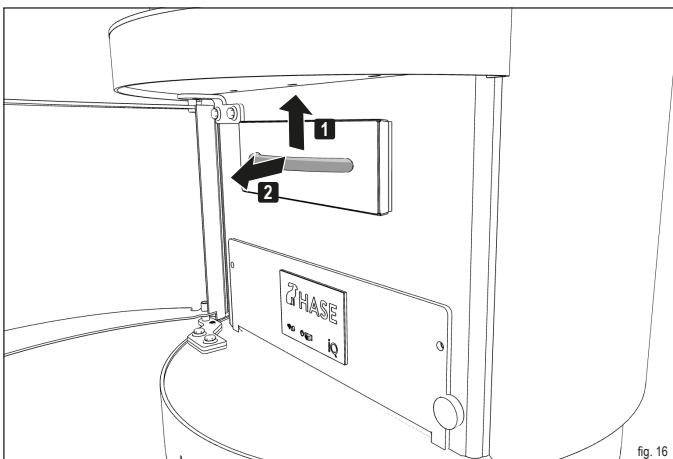

fig. 16
- ▶ Estrarre dall'apertura il cassetto di raccolta della cenere presente sul coperchio (fig. 16).
- ▶ **Estrarre dall'apertura il cassetto di raccolta della cenere presente sul coperchio (fig. 16).**